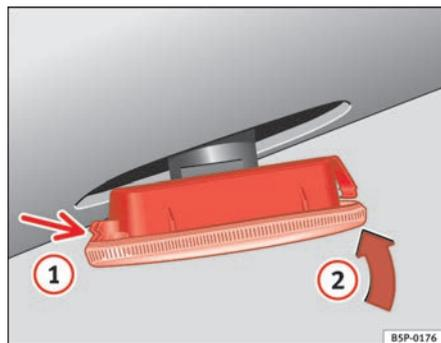

Fig. 190 Intermitente lateral
- Coloque el intermitente en primer lugar en el orificio de la carrocería, encajando las pestañas ⇒ fig. 190, flecha ①.
- Encaje la lámpara como indica la flecha ② ⇒ fig. 190. ■